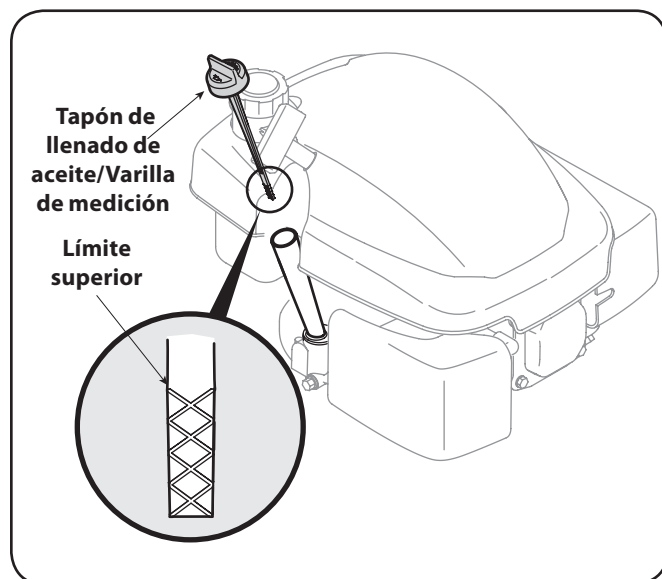

Figura 3-3
1. Retire el tapón de llenado de aceite/la varilla de medición y limpie la varilla de medición de aceite. Vea la Figura 3-3.
3. Retire la varilla. Si el nivel está bajo, agregue aceite lentamente hasta el límite superior de la varilla de medición. Vea el recuadro de la Figura 3-3.